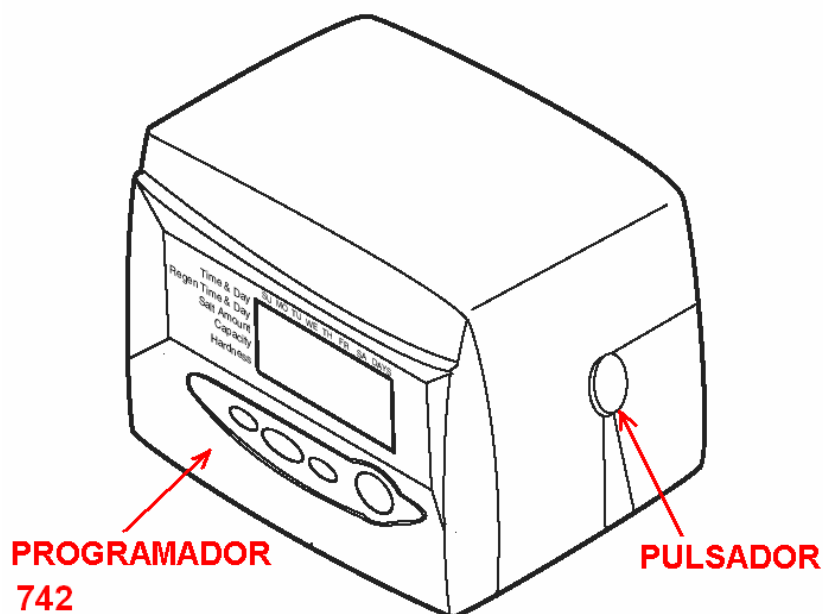

Figura 2.
- Debe conectarse el programador de la válvula al transformador suministrado para tal efecto. La conexión del transformador se encuentra situada en la parte posterior del programador (Figura 2). Para acceder a ella retirar la carcasa protectora del programador presionando suavemente los dos pulsadores. Conectar el transformador en el programador.